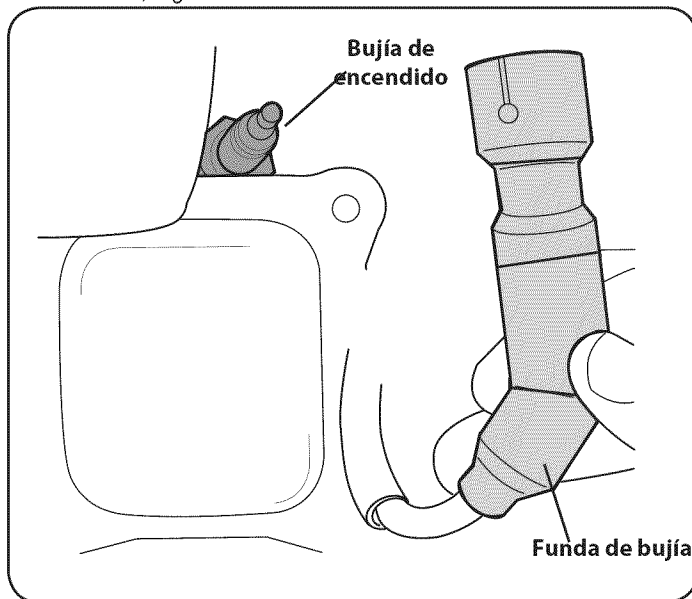

Figura 14
1. Retire la funda de la bujía y utilice una llave para bujías para extraerla, Figura 14.